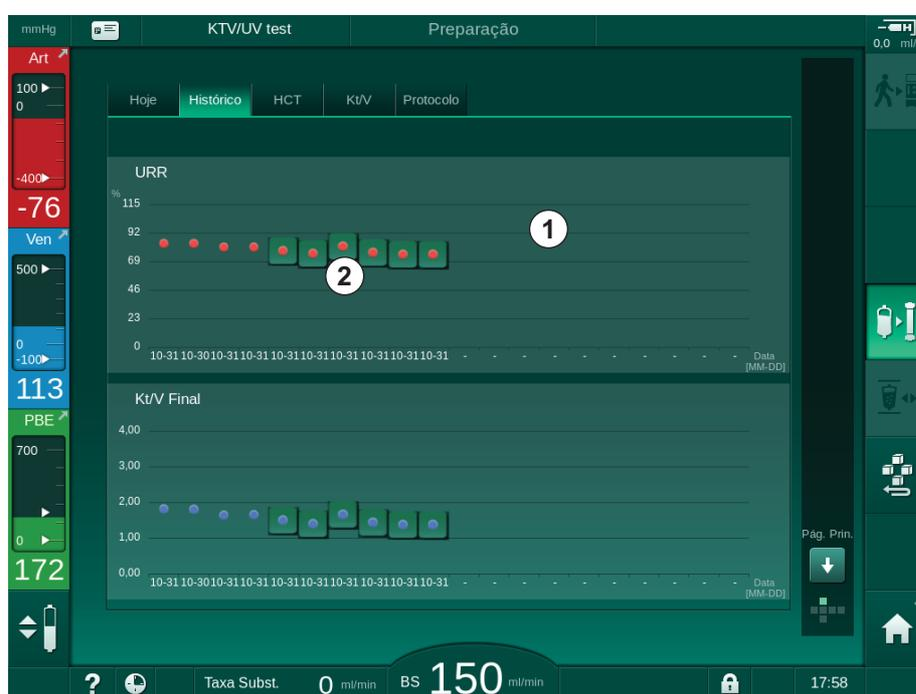

Fig. 11-12 Histórico de parâmetros no ecrã de *Informações*
Informações mais detalhadas sobre os 6 últimos tratamentos completos são disponibilizadas. Depois de tocar na marca correspondente do parâmetro (Fig. 11-12, ② ) para uma data determinada, uma tendência desse parâmetro será exibida para esse tratamento em particular (Fig. 11-13). A resolução é de 5 minutos. A visualização da tendência será fechada ao tocar *Voltar* ① .